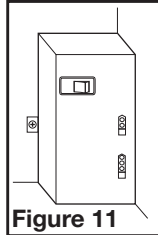

Figure 11
- STANDARD:** Plug the fan's 2 pin and 3 pin quick connect motor cords into the corresponding receptacle located on the wire compartment cover. These cords will only fit one way into the receptacles (**Figure 11**).
3a. MODÈLES STANDARDS: branchez les câbles à 2 broches du ventilateur et les câbles à 3 broches de connexion rapide du moteur dans la prise correspondante située sur le couvercle du compartiment de fil. Ces câbles ne s'adaptent que dans un sens dans les réceptacles (**Figure 11**).